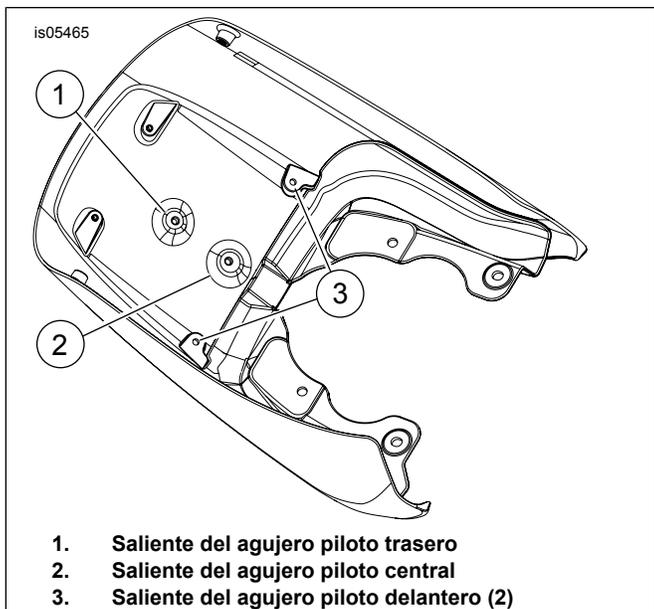

Figura 2. Interior del guardabarros
1. Vea Figura 2. Aplique cinta adhesiva a la superficie exterior pintada del guardabarros en las ubicaciones de los agujeros (2 y 3). Esto protegerá la superficie pintada durante la operación de perforación.
Vea Figura 2. Si se instaló previamente una rejilla para equipaje, solamente es necesario perforar un agujero (2).
- Vea Figura 2. Aplique cinta adhesiva a la superficie pintada del guardabarros en las ubicaciones de los agujeros (1, 2 y 3). Esto protegerá la superficie pintada durante la operación de perforación.